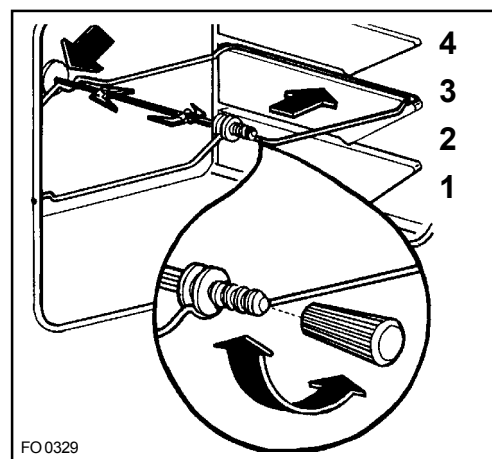

Рис. 7
- Поместите вертел на опорную рамку и вставьте их вместе на третий снизу уровень духового шкафа (см. рис.7);
- Вставьте конец вертела в гнездо мотора вертела (в отверстие на задней стенке духовки - см. рис.7);
\*\* Номер позиции указан, начиная с самой нижней (рис.7)(не считая позиции на дне духовки, поскольку в этой позиции нельзя установить поддон для сбора жира).